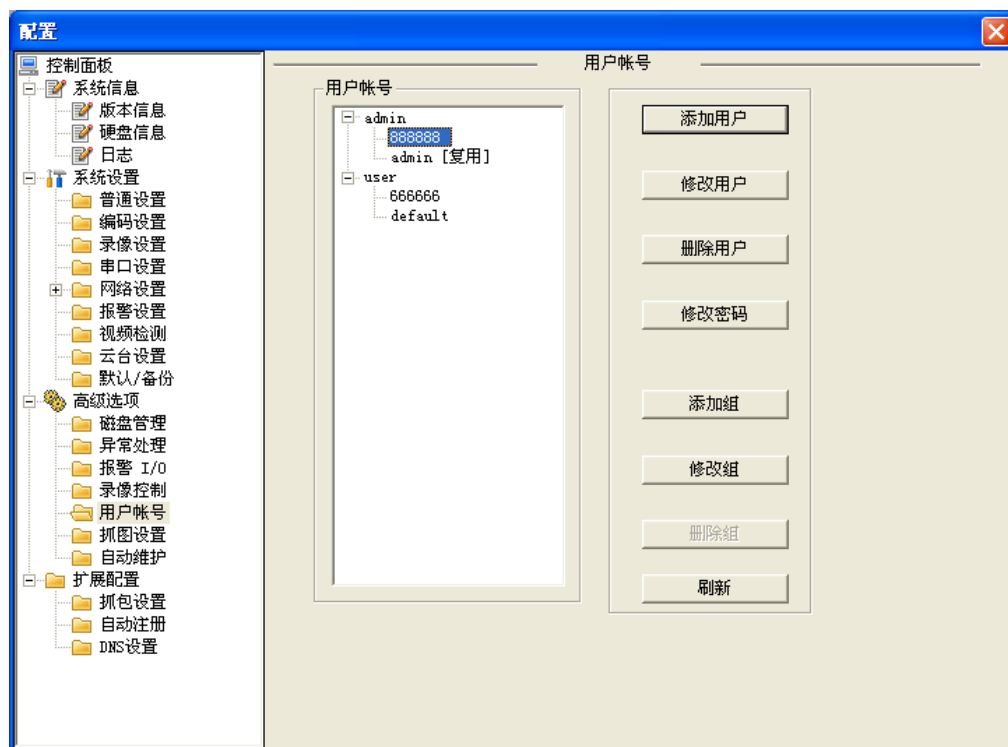

图4-43
- 1、初始界面如图 4-43，上层为组列表，点击‘+’，将展开该组的用户列表。